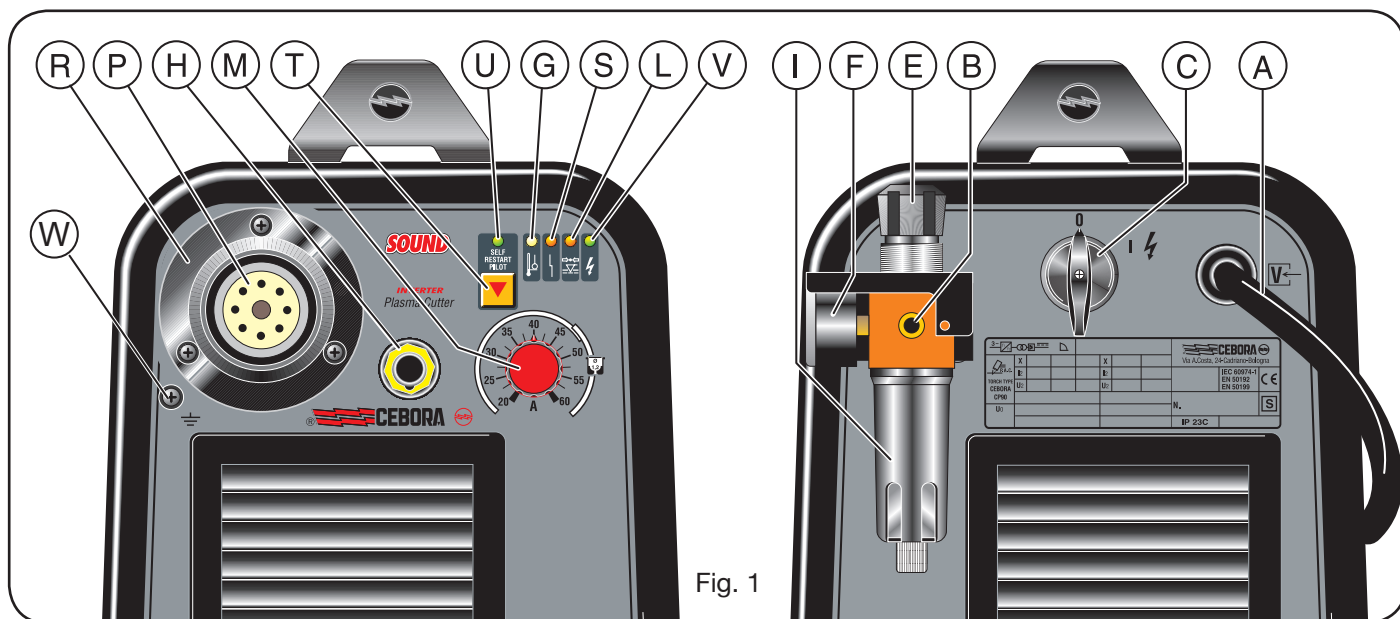

Fig. 1
2.1 MONTERING AV BRÄNNARE (Fig. 1)
- ☞ För att undvika överbelastning. Lysdiod **G** tänds och lyser med fast sken (se fig. 1).
- ☞ Är placerat på brännarens strömkälla för att undvika ett otillräckligt lufttryck. Lysdiod **L** tänds (se fig. 1). Om lysdioden **L** börjar blinka betyder det att trycket tillfälligt har sjunkit under 3,2 - 3,5 bar.
Även om maskinen är utrustad med en automatisk anordning för tömning av kondens som startar varje gång som lufttillförseln stängs av, rekommenderas det att kontrollera att det inte finns några kondensrester i reducereventilens uppsamlingskärl I (fig. 1).